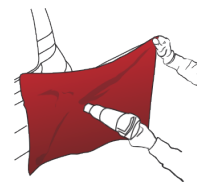
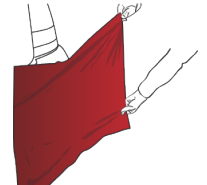
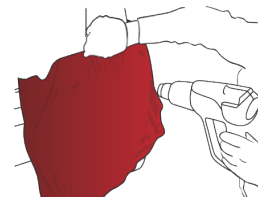

Figure 19
Figure 20
Figure 23
- › Chauffer le film entre 30 °C et 40 °C (FIG. 19) puis le tendre de manière à envelopper complètement la surface convexe. (FIG. 20)
- › Après cette opération, chauffer entre 30 °C et 40 °C (FIG. 23) et tendre de façon à éliminer les plis et appliquer la raclette.
- ⚠ *La chauffe du film tendu (FIG. 19) (FIG. 23) doit être réalisée avec précaution. Le pistolet thermique ou la torche doivent toujours être inclinés par rapport à la surface du film de telle sorte à chauffer une surface plus grande. Garder toujours le pistolet thermique en mouvement. La chauffe rapprochée et fixe du film peut le détériorer de manière irréversible.*